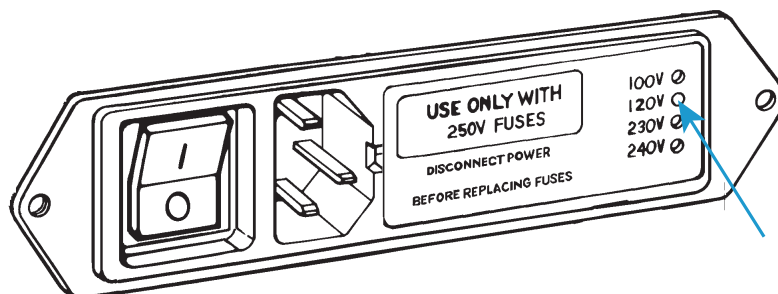

Figura 4. Conector de entrada de energía con configuración del voltaje
2. Inspeccione el conector de entrada de energía y consulte Figura 4 en la página 38. Hay cuatro agujeros en una línea vertical en el lateral derecho del conector, cada uno correspondiente a un voltaje diferente. El voltaje actual se indica mediante un perno
blanco de plástico en uno de los agujeros. El voltaje indicado en la Figura 4 es 120 V.
4. Extraiga la tarjeta de selección de voltaje (2) mediante los alicates de pico largo, como se muestra a continuación. El perno indicador de voltaje está etiquetado (3).
5. Coloque la tarjeta de selección de voltaje de forma que el perno indicador (3) apunte hacia arriba, como se muestra a continuación. Manteniendo el perno en su posición, gire la tarjeta hasta que aparezca el voltaje adecuado en la parte inferior de la tarjeta.
8. Vuelva a instalar el contenedor de fusibles en el conector. Asegúrese de que el perno indicador indique ahora la tensión de entrada correcta. Consulte la Figura 4 en la página 38 como referencia.